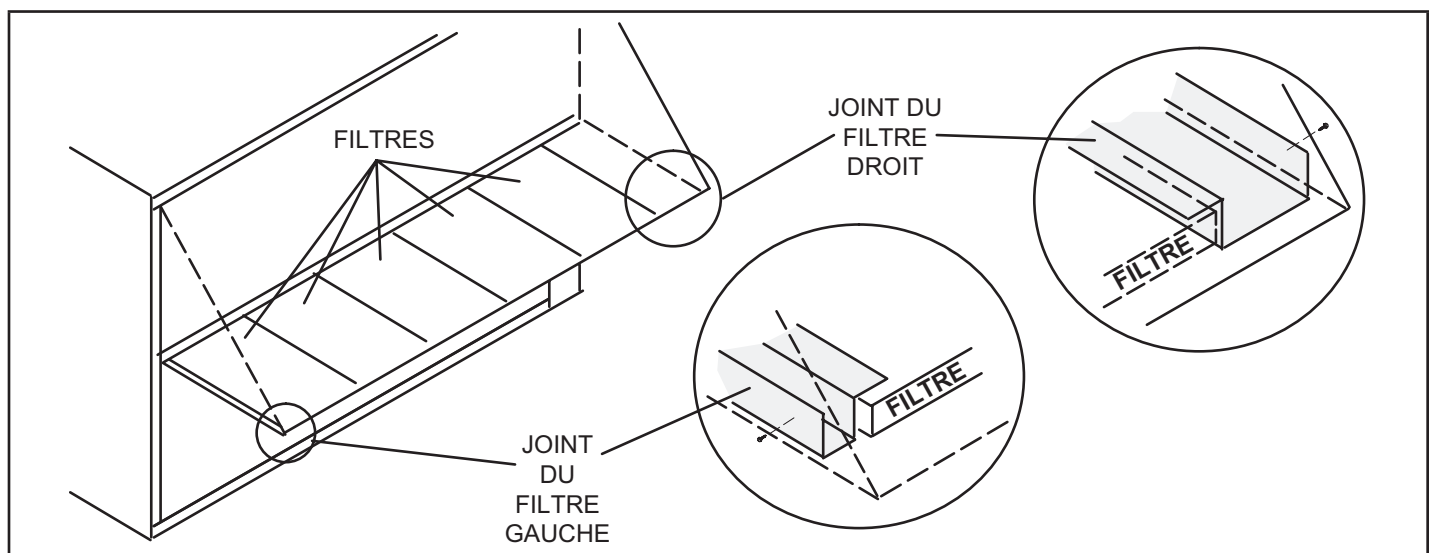

FIGURE 16
- 7 - Fixez les joints latéraux sur les côtés de la hotte comme indiqué à la FIGURE 16.